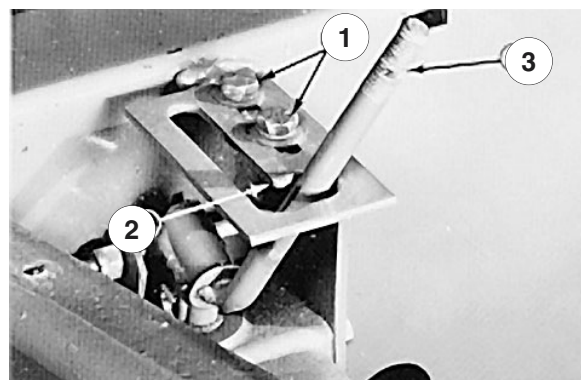

Figure 47
3. Desserrez les deux vis d'assemblage en haut du verrou (Fig. 47). Placez le levier sur le sommet arrondi du verrou (Fig. 47) et faites coulisser le verrou avec le levier en avant jusqu'à ce que vous sentiez une résistance. Serrez alors les vis d'assemblage pour bloquer le verrou en position. Vérifiez si le levier bouge librement en le déplaçant de la position de relevage ou de transport à la position de flottement. Le levier doit juste dépasser la partie arrondie du verrou lorsque vous le placez en position de flottement.